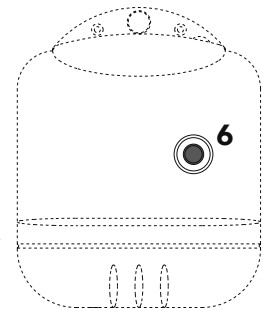

fig. 1
En caso de breves períodos de pausa, es suficiente intervenir en el interruptor **5** (fig. 1) en el cuadro de mandos, posicionándolo en "0".
- a** Bloqueo del quemador (señalizado mediante el correspondiente chivato **6** (fig. 1) Consúltese el manual del quemador.